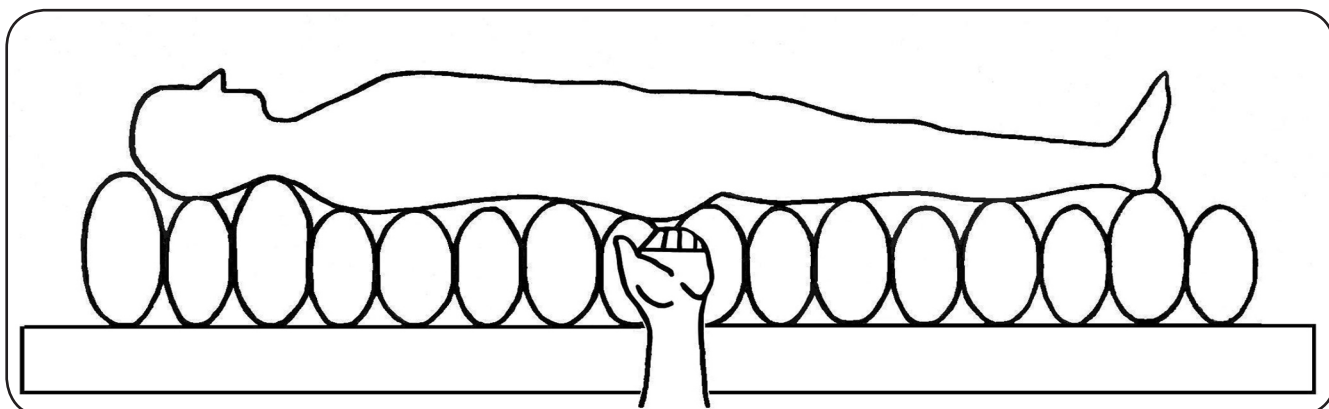

Abbildung 11
8. Kontrollieren Sie jetzt den eingestellten Druck mit dem Handtest. Schieben Sie die flache Hand zwischen das Gesäß des Patienten und der entlüfteten Zelle der Wechseldruckmatratze. Zur optimalen Lagerung muss zwischen Gesäß und der entlüfteten Zelle ein Abstand von ca. 3-4 cm sein (siehe Abbildung 11).